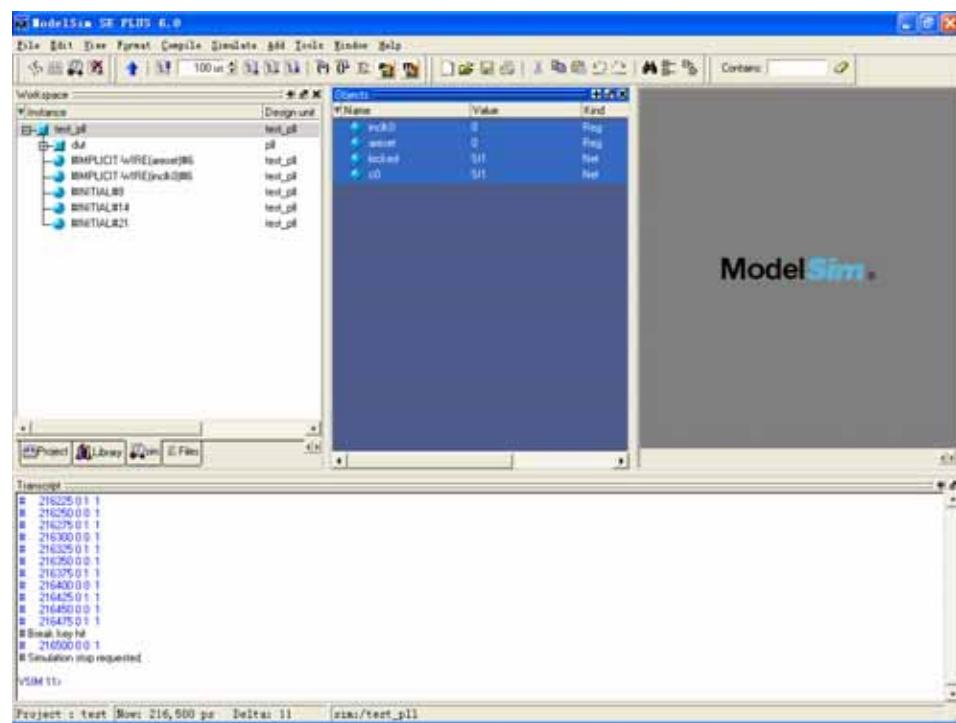

图 13 Objects 窗口
13.执行 View→Debug Windows→objects, 弹出图 13 Objects 窗口.